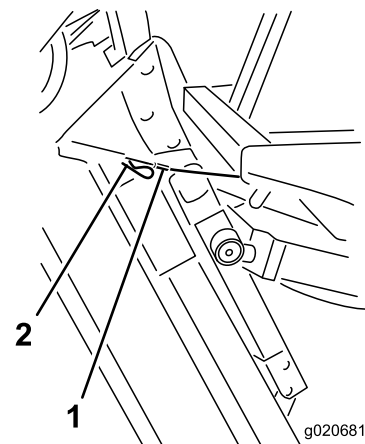

Figura 103
6. Mantenha a plataforma do cortador na vertical, coloque a extremidade do cabo sobre o pino no braço de elevação da plataforma do cortador e fixe com o pino de segurança (Figura 103).